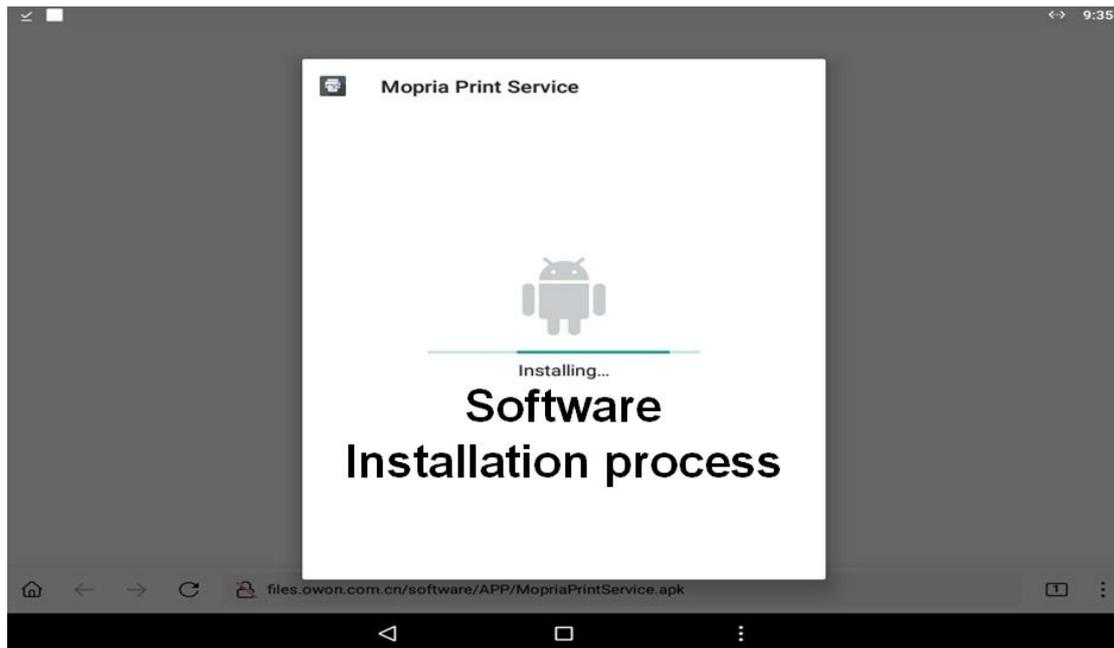

図 4
④ ソフトウェアのインストール結果を、図 4 に示すように表示します。